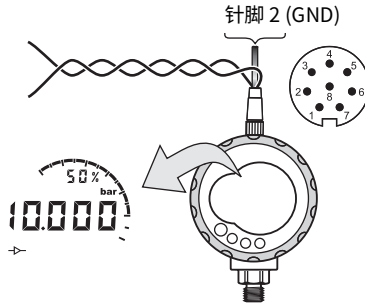

图 3-3: 示例配置 - V out
- 附件 E - 请参考第 16 页的图 3-3 和第 9 页的表 2-2。